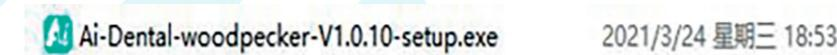

Figure2
- 4.1.1 Double-cliquez sur le programme d'installation qui se trouve sur la clé USB livré avec l'appareil, comme indiqué dans la Figure 2 :